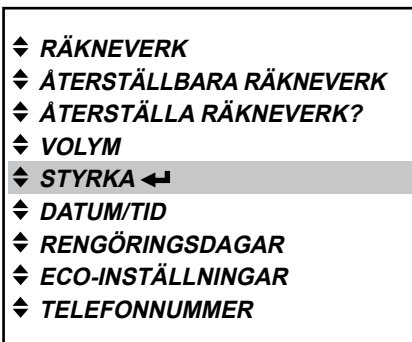

Bild 58
1. Tryck på Enter  för att öppna menyn «STyRka» (bild 58).